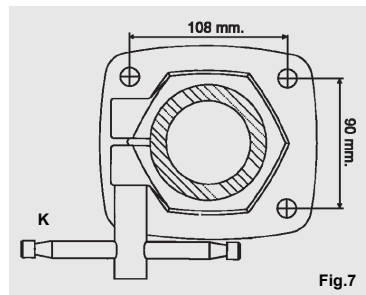

Fig.7
Para el entrecruce entre los agujeros en el banco ver la Fig.7.
Cerciorarse que la manija de bloqueo (K) de la columna vertical a la base esté correctamente apretada (ver Fig.7).